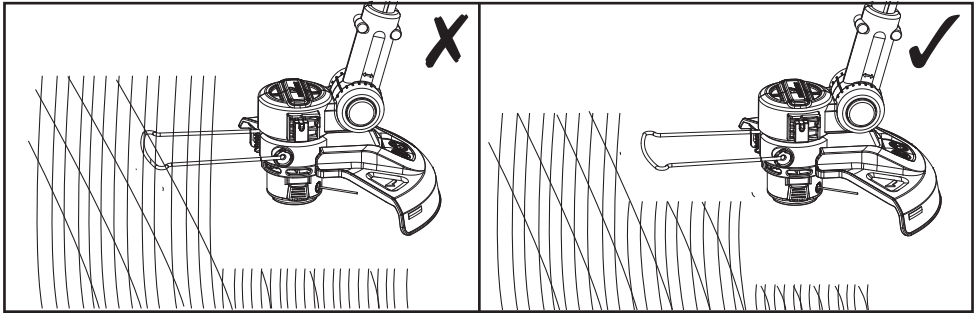

Fig. 9
- Não deixe a tampa da bobina (16) cair no chão.
- Certifique-se de que a máquina permanece limpa e livre de cortes que possam causar o seu encravamento. Verifique regularmente. Liberte o interruptor para ligar / desligar (2) e desligue a bateria (19) antes de verificar.
- Apare a relva mais comprida por fases; não corte relva comprida de uma só vez. Para obter os melhores resultados, corte a relva mais alta por fases (Fig. 9).